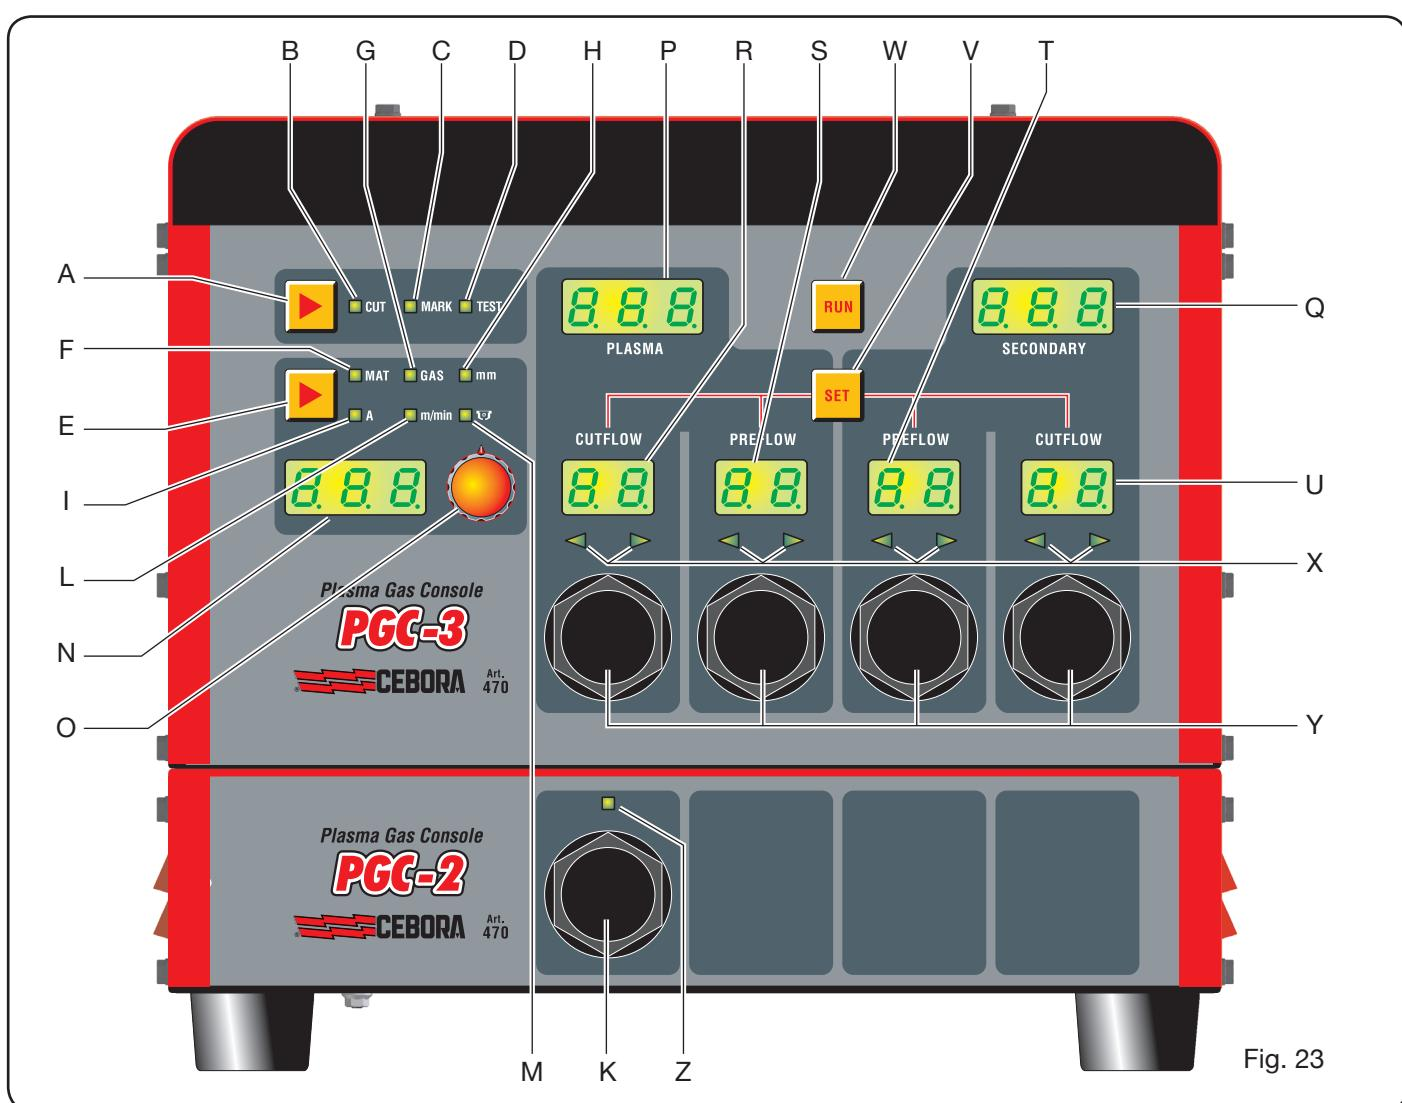

Fig. 23
L'ingresso del serbatoio, della capacità 30 litri, si trova nella parte superiore del gruppo di raffreddamento, come mostrato in fig.23.
4.3 DESCRIZIONE DEL PANNELLO DELLA GAS CONSOLE MANUALE E SUO IMPIEGO (Fig. 23)